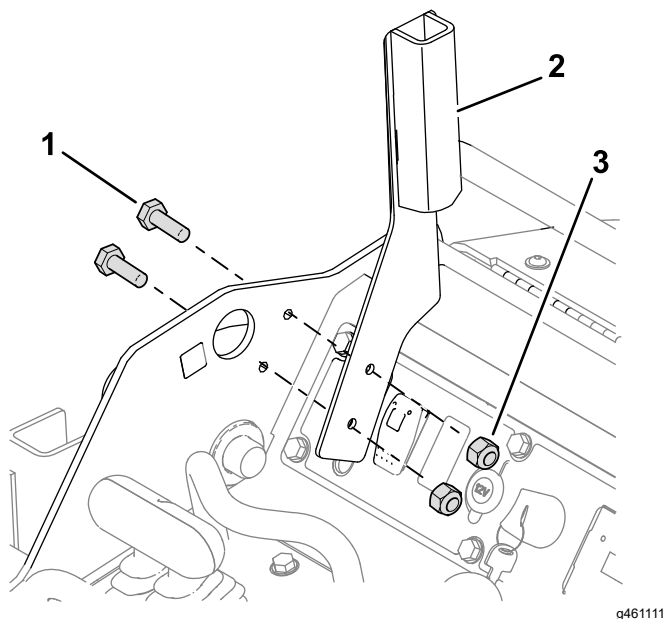
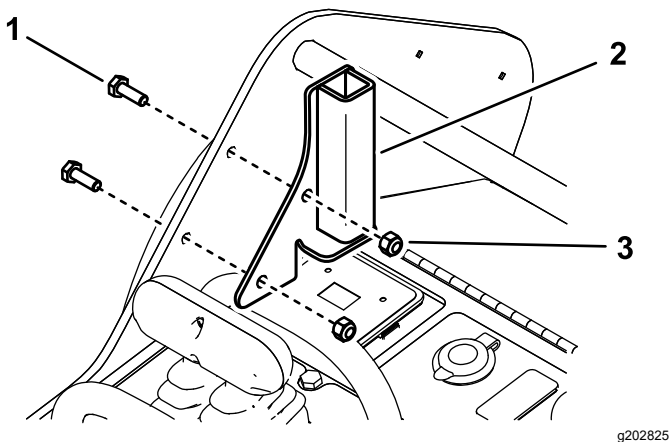

Bild 6
Bild 7
3. Befestigen Sie den linken Scheibenbügel mit dem in **2 Auswahl des richtigen Scheibenbügels (Seite 2)** ausgewählten Bügel mit zwei Schrauben ($\frac{1}{4}" \times \frac{3}{4}"$) und zwei Sicherungsmuttern ($\frac{1}{4}"$) am linken Rahmen, wie in **Bild 6** and **Bild 7** abgebildet.